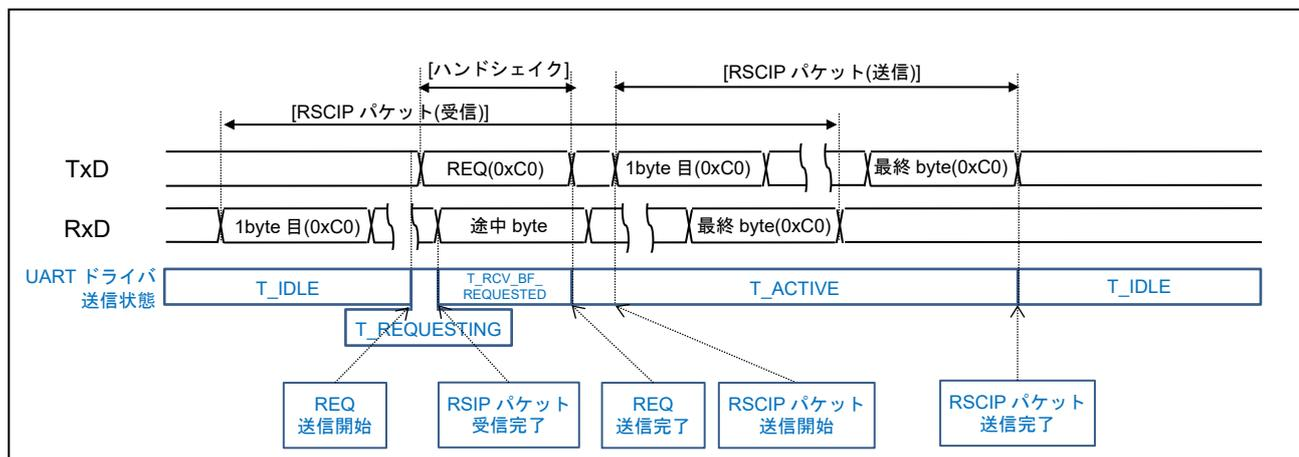

図 3-5 Host MCU がモジュールからのデータを受信している場合の動作
- (b) Host MCU がモジュールからの RSCIP パケットを受信中(図 3-5)